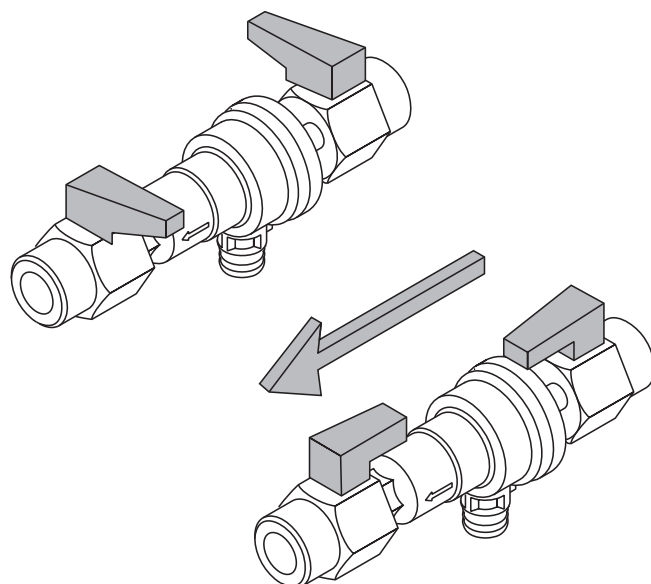

fig. 8 - Disconnecteur
- Remettre le circuit de chauffage en pression en ouvrant les robinets du disconnecteur (*fig. 8*).